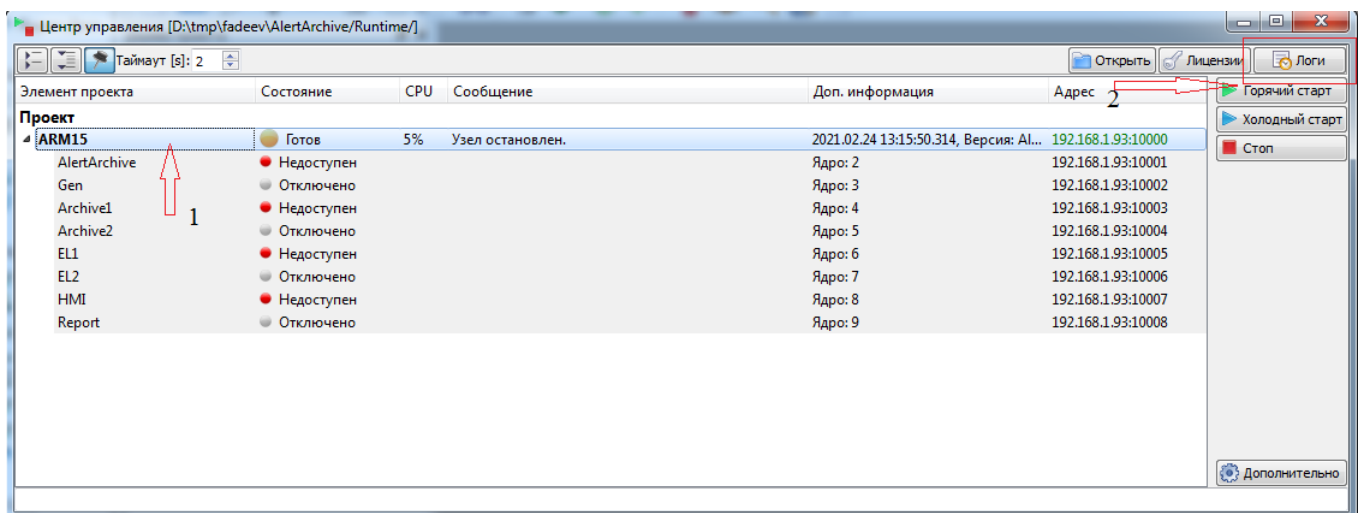

Рисунок 4.1 - Просмотр логов узла
1. В приложении Центр управления выбрать ваш узел и после этого нажать справа сверху кнопку Логи (см. рис. 4.1)